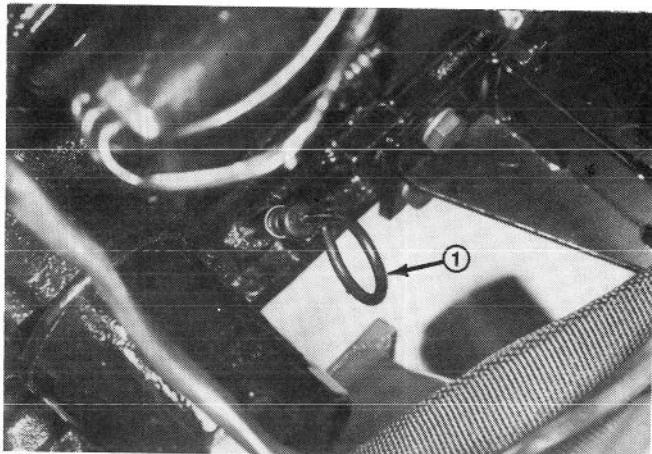
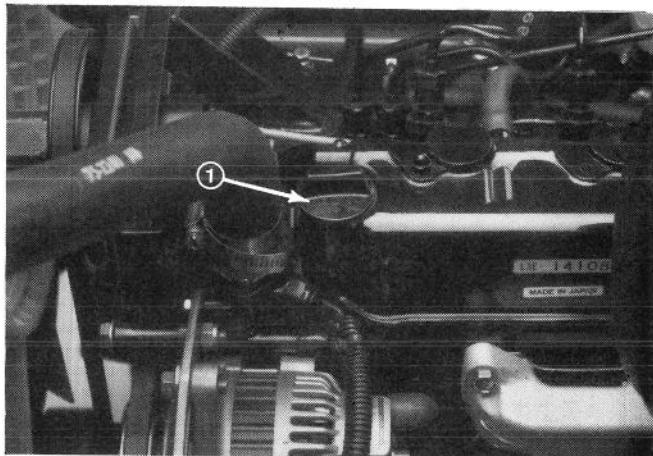

Figura 7
Figura 8
**IMPORTANTE:** La TORO Company consiglia di controllare il livello dell'olio ogni volta che si usa la macchina oppure dopo ogni cinque (5) ore di lavoro.
2. Rimuovete l'asta di livello (Figura 7), asciugatela con un panno pulito ed inseritela completamente nell'apposito foro. Toglietela di nuovo e controllate il livello dell'olio. Se il livello è basso, togliete il tappo del bocchettone di riempimento (Figura 8) e aggiungere olio SAE 10W-30 CD fino a quando il livello non raggiunge la tacca dell'asta indicante PIENO. NON SUPERATE IL LIMITE SOPRA INDICATO. Vedere la scheda delle specifiche dei fluidi a pagina IT-21.